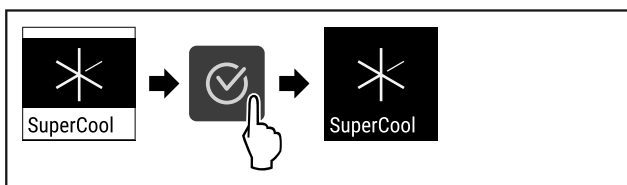

Fig. 91
- Eseguire i passi (vedere Fig. 91).